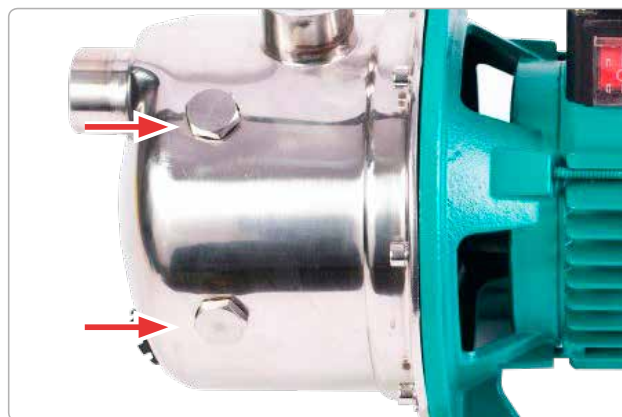
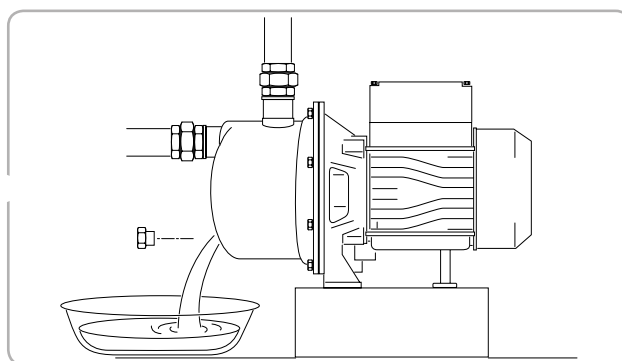

Fig.10
Fig.11
- Se desfac ambele șuruburi (cel din partea inferioară, pentru golire și cel din partea superioară, de aerisire) și apoi se lasă să se scurgă apa din instalație. (Fig.10, Fig.11)